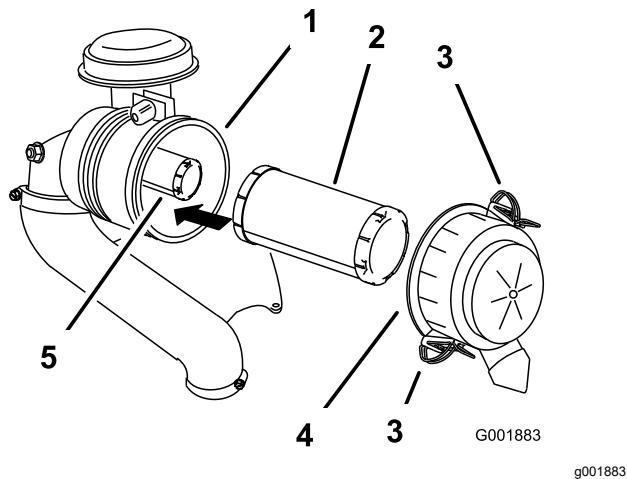

Figura 53
3. Liberte os trincos do filtro de ar e empurre a cobertura do filtro de ar para fora do corpo do filtro (Figura 53).
5. Empurre suavemente o filtro primário para fora do corpo do filtro de ar (Figura 53).
3. Se substituir o filtro interior, empurre-o com cuidado para o corpo do filtro (Figura 53).
4. Empurre com cuidado o filtro principal sobre o filtro de segurança (Figura 53).
5. Monte a cobertura do filtro de ar e fixe os trincos (Figura 53).